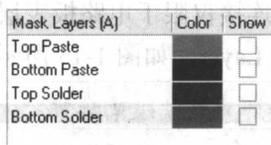

图 1-6 防护层
(2) 防护层：主要用来确保电路板上不需要镀锡的地方不被镀锡，从而保证电路板运行的可靠性，如图 1-6 所示。其中 Top Paste 和 Bottom Paste 分别为顶层阻焊层和底层阻焊层；Top Solder 和 Bottom Solder 分别为锡膏防护层和底层锡膏防护层。